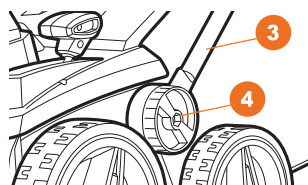

Рис. 3
- Закрепите нижнюю часть рукоятки **3** на корпус с помощью крепежных клипс, болтов и шайб **4** (рис. 3).